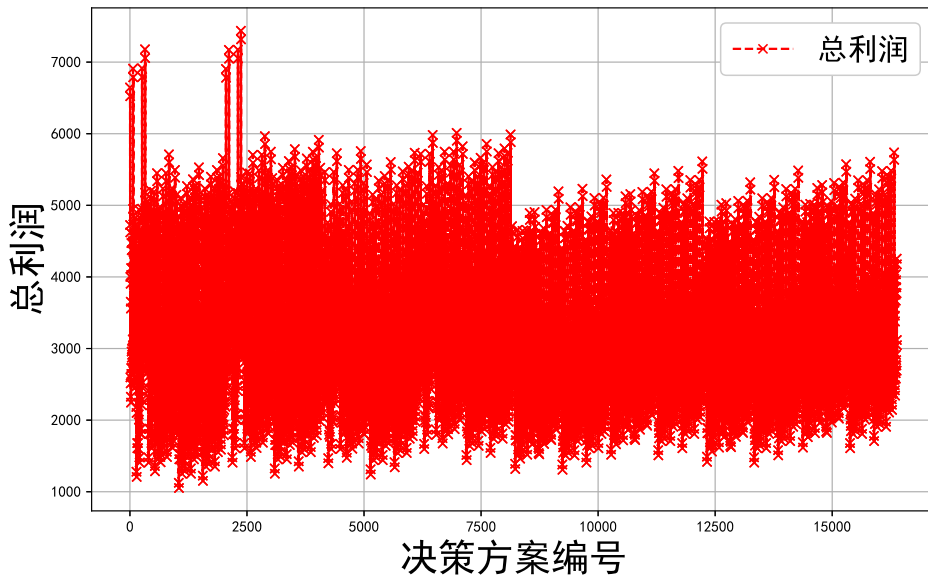

图 16 2 道工序，8 种零配件各种决策方案的总利润（新）
**Step1:** 重新通过动态规划求出各种决策方案的总利润代入问题三所建立模型，重新计算出  $m = 2$  道工序、 $n = 8$  种零配件的生产过程中各种决策方案的总利润，计算各种决策方案的总利润，结果图如图 16:
观察图 16，依旧较难明确看出哪种决策方案的总利润最大，仍需绘制部分总利润较高决策方案的总利润直方图，以便于选取最大利润的决策方案。